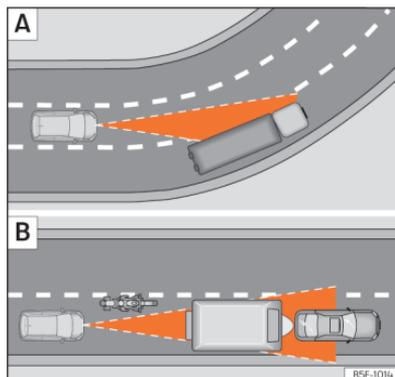

Abb. 119 **A**) Fahrzeug in einer Kurve. **B**) Vorausfahrender Motorradfahrer außerhalb des Erfassungsbereichs des Radarsensors.
Es ist möglich, dass die ACC das vorausfahrende Fahrzeug in der Kurve nicht erkennt oder die Entfernung zu Fahrzeugen einstellt, die sich auf anderen Fahrspuren befinden »» (Abb. 119) [A].
- Versetzt fahrende Fahrzeuge oder Fahrzeuge, die außerhalb des Erkennungsbereichs des Sensors fahren, z. B. Motorräder »» (Abb. 119) [B].